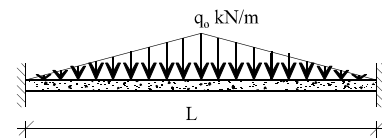

Figura 24
24) Integrar la ecuación diferencial de la viga de la figura 24 para: